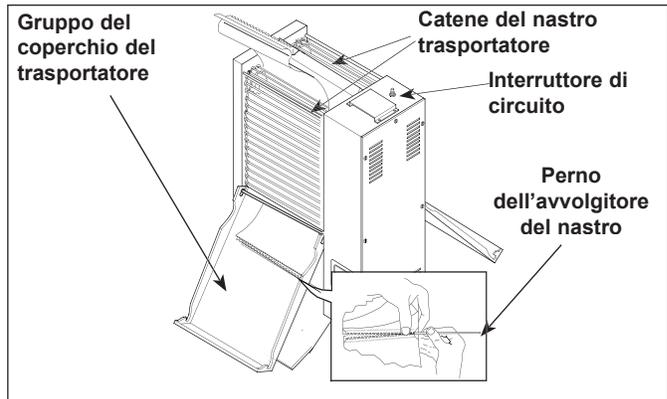

Figura 11. Estrazione dell'avvolgitore
3. Aprire i due coperchi del trasportatore e togliere il perno dell'avvolgitore dalla sua sede a cerniera (figura 11).
5. Pulire le due catene del nastro trasportatore secondo le istruzioni di pulizia giornaliera degli avvolgitori (figura 11).